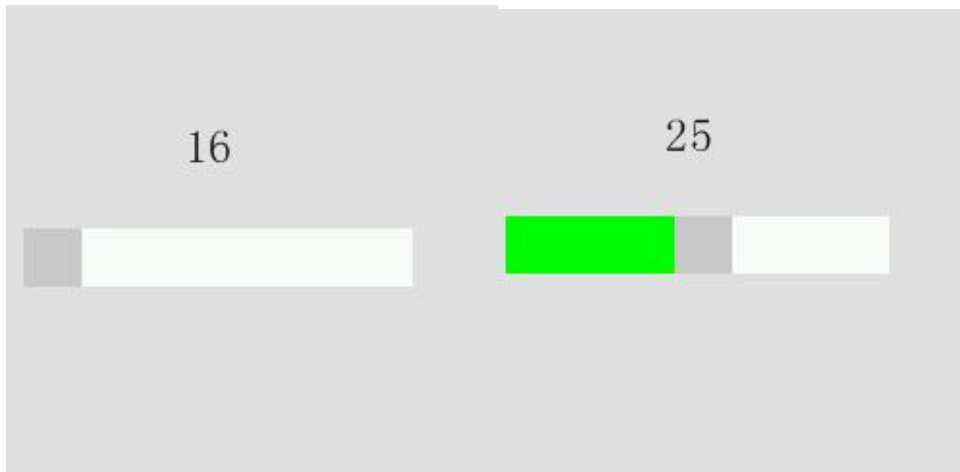

图5.5 仿真演示
5、点击仿真运行按钮，弹出仿真运行窗口，拉动滑动条，可调整温度，如图 5.5 所示。